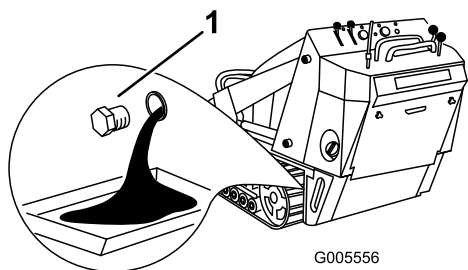

Figure 42
- Enlevez le bouchon de vidange (Figure 42).